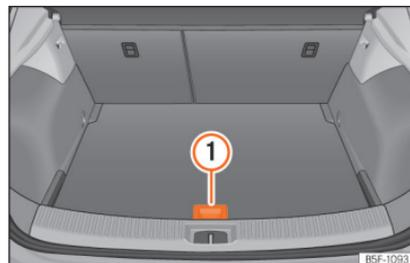

Abb. 191 Gepäckraum: variabler Gepäckraumboden
- Heben Sie den variablen Gepäckraumboden am Haltegriff » Abb. 191 ① an, ziehen Sie ihn und drücken Sie ihn zur Rücksitzlehne, bis der bewegliche Teil des Bodens auf diesem ruht.